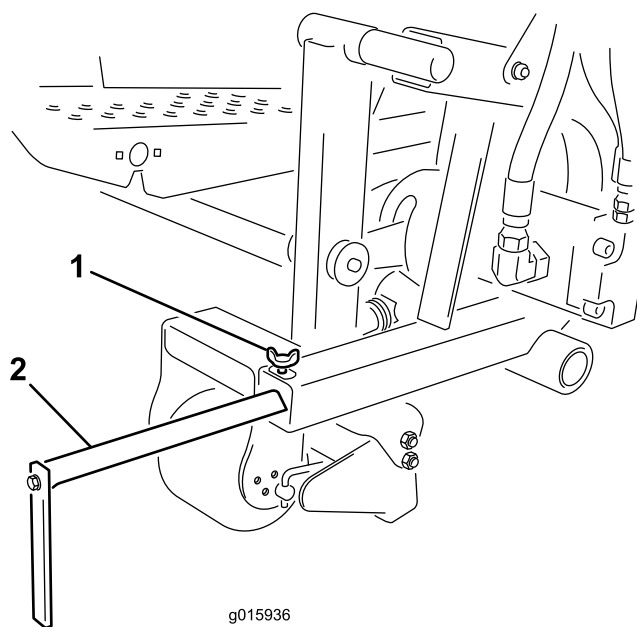

図 11
調整ねじをゆるめて、整列ガイドを希望する位置までずらす 図 11。
1. 調整ねじをゆるめ、整列ガイドを前後に移動させて希望する位置に調整する 図 11。